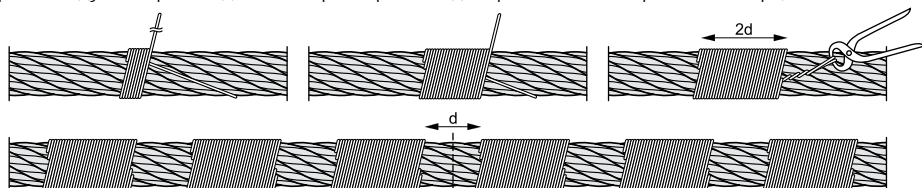

Рисунок 8.
- При необходимости резки каната на него с каждой стороны от предполагаемого места реза предварительно должно быть наложено не менее трех вязок из мягкой стальной проволоки. Рекомендуемая длина каждой вязки – не менее двух номинальных диаметров каната. Расстояние между вязками – не менее одного номинального диаметра каната (рис.8). Резку каната рекомендуется производить электросваркой с одновременным завариванием торца.